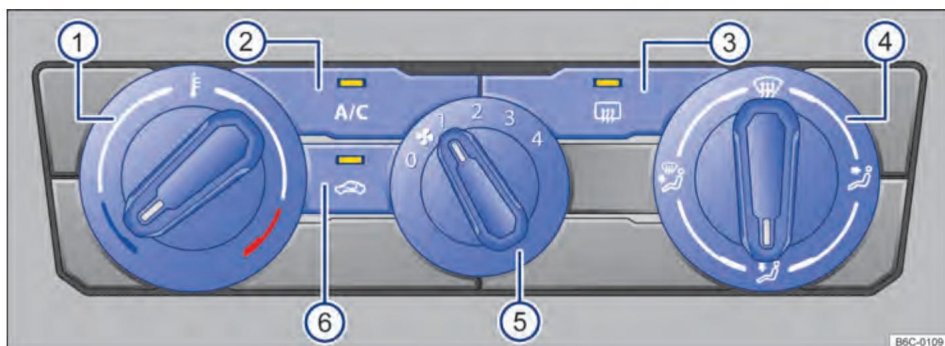

Figure. 85 Commandes de climatisation.
Climatisation : tournez la commande du ventilateur sur le niveau → Fig. 85 5 – Climatronic .
Climatisation : tourner ou tourner le bouton rotatif vers la gauche → Fig. 85 1 .
Climatisation : tourner le régulateur du ventilateur → Fig. 85 5 .
Climatisation : tourner le régulateur de droite → Fig. 85 4 à la position désirée.
– Climatisation : tournez le régulateur de droite sur la position → fig. 85 4 .